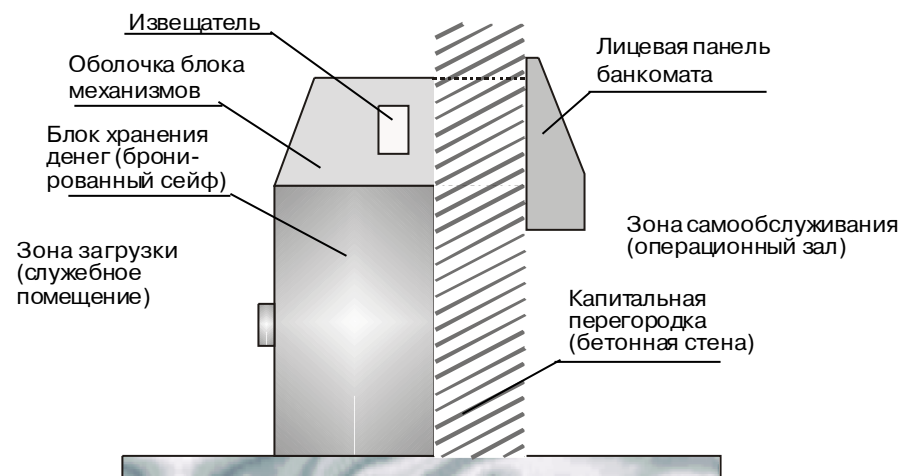

Рис. 25 - Пример установки извещателя на банкомате, встроенном в капитальную строительную конструкцию
6) извещатель для охраны банкомата рекомендуется устанавливать на металлическом кожухе, закрывающем внутренние механизмы и расположенном в зоне загрузки (рисунок 25).